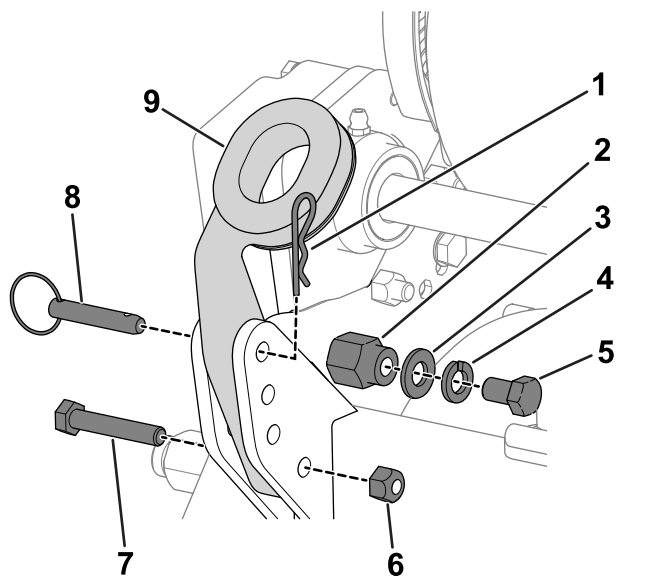

Bild 3
1. Nehmen Sie die Schrauben (5/16"), Sicherungsmuttern, Ringstifte und Splinte ab, mit denen die Holmarme unten an jeder Seite der Maschine befestigt sind (Bild 3).
2. Entfernen Sie die Schrauben (3/8"), Unterlegscheiben und Sicherungsscheiben von den Befestigungsstiften auf jeder Seite der Maschine (Bild 3).
3. Schieben Sie die Holmenden durch die Löcher in den Holmarmen und fluchten Sie die Löcher mit den Befestigungsstiften aus (Bild 3).
6. Verwenden Sie die Schrauben (5/16"), Sicherungsmuttern, Splinte und Ringstifte, die Sie zuvor entfernt haben, um die Holmarme an der Rückseite des Rahmens zu befestigen (Bild 3).